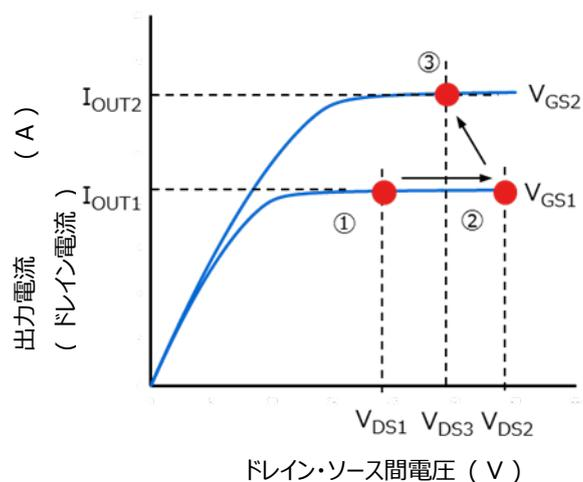
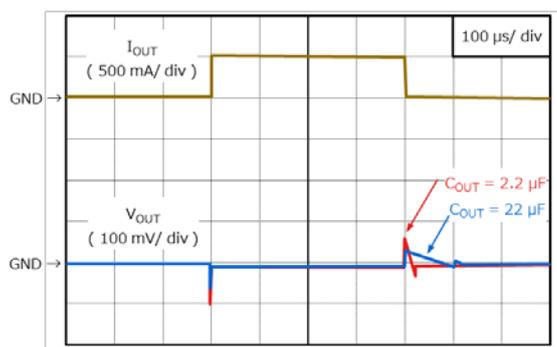
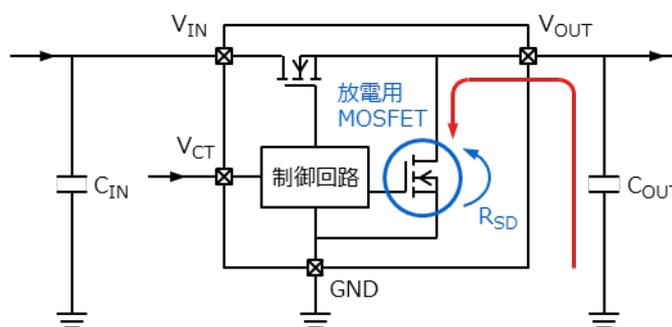

図 6.14 出力電流急増時の動作点
図 6.15 出力コンデンサー容量による負荷過渡応答特性の改善
図 6.17 出力ディスチャージ回路
LDO に負荷インピーダンス Z_{L1} が接続されて出力電圧と出力電流が安定している状態で、出力段の MOSFET は図 6.14 の ① で動作しているとします。このとき、MOSFET のドレイン・ソース間電圧を V_{DS1} 、ゲート・ソース間電圧を V_{GS1} とします。この状態から SW がオンして出力電流が I_{OUT1} から I_{OUT2} に急増したときに LDO 内部のエラーアンプは一定の出力電圧を出力しようとフィードバック動作をしますが、フィードバックループの周波数特性により、すぐには正常な出力電圧まで戻すことができず図 6.14 の ② のように出力電圧の低下が発生します。このとき、MOSFET の動作点は図 6.15 の ① から ② の V_{DS2} へ移動しますが、 I_{OUT2} を流すために必要な V_{GS2} まで V_{GS} を増加させることができていません。その後、フィードバック動作が継続して V_{GS} が動作点 ③ の V_{GS2} まで増加することで I_{OUT2} を流すことができ、その結果、出力電圧の低下が停止して正常な出力電圧まで回復を始めます。
LDO に負荷インピーダンス Z_{L1} // Z_{L2} が接続されて I_{OUT2} 出力電流が流れ、出力電圧が安定している状態で出力段の MOSFET は図 6.14 の ④ で動作しているとします。このとき、MOSFET のドレイン・ソース間電圧を V_{DS2} 、ゲート・ソース間電圧を V_{GS2} とします。この状態から SW がオフして出力電流が I_{OUT2} から I_{OUT1} に急減したときに、LDO 内部のエラーアンプは元の出力電圧に戻そうとフィードバック動作をしますが、フィードバックループの周波数特性により、すぐには正常な出力電圧まで戻すことができず、図 6.14 の ⑤ のように出力電圧の上昇が発生します。このとき、MOSFET の動作点は図 6.17 で ④ の V_{DS2} から ⑤ の V_{DS1} へ移動しますが、 I_{OUT1} を流すための V_{GS1} まで V_{GS} を減少させることができていません。その後、フィードバック動作が継続して V_{GS} が動作点 ⑥ の V_{GS1} まで減少することで I_{OUT1} まで出力電流を減少させることができ、その結果、出力電圧の上昇が停止して正常な出力電圧まで回復を始めます。